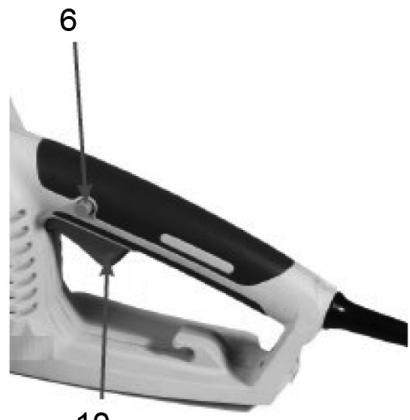

Рис. 18
- нажмите кнопку блокировки выключателя 6 (рис. 18) и, не отпуская ее, нажмите на курок выключатель 10 (рис. 18). Двигатель включится, цепь начнёт вращаться.